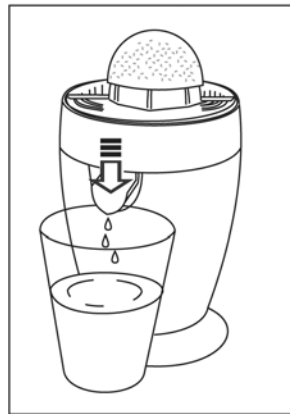
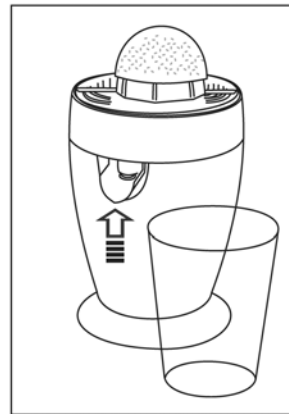

Fig. 3
Fig. 4
3. Placer un verre approprié sous le bec verseur (fig. 3). Pressé vers le bas, le bec verseur libère le jus; relevé, il arrête l'écoulement (fonction arrête-gouttes) (fig.4).